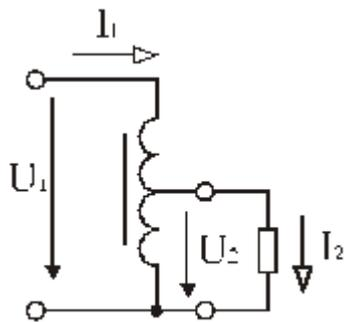

Рис. 6.1
**Задача 3.** Автотрансформатор, схема которого изображена на рис. 6.1, включен в сеть с напряжением  $U_1=220$  В. Напряжение на вторичных зажимах  $U_2=180$  В, ток нагрузки  $I_2=10$  А. Обмотка имеет  $\omega_1=500$  витков. Определить площадь поперечного сечения провода, из которого сделана обмотка, если максимально допустимая плотность тока равна  $2,5$  А/мм2.